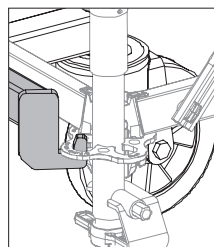

Fig. 19b
2. Regolare l'altezza con il verricello a cremagliera (6) in modo da prelevare le rosette con i ganci per supporti (3.7) e i correnti orizzontali con gli appoggi per supporti (3.4). (Fig. 19b)